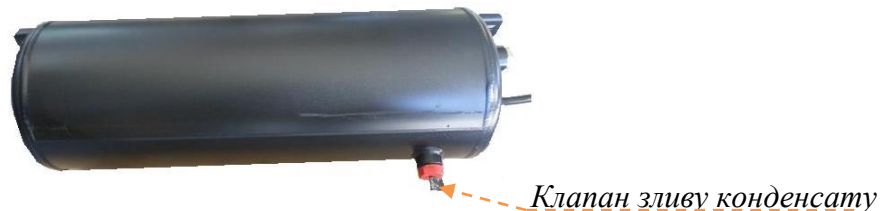

Рисунок 12.10.2 Видалення забруднень і вологи з ресивера
1. Натиснути та утримувати (по черзі) клапани зливу конденсату ресиверів пневмосистеми автобуса (рис. 12.10.2), після чого (під тиском повітря) автоматично зливається конденсат та забруднення.